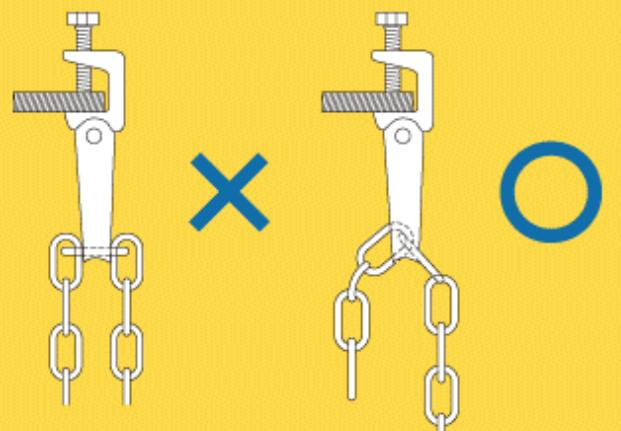

図1
- ・チェーンのリンクがチェーンクランプリングの真ん中に乗らないようにかける（下図1）